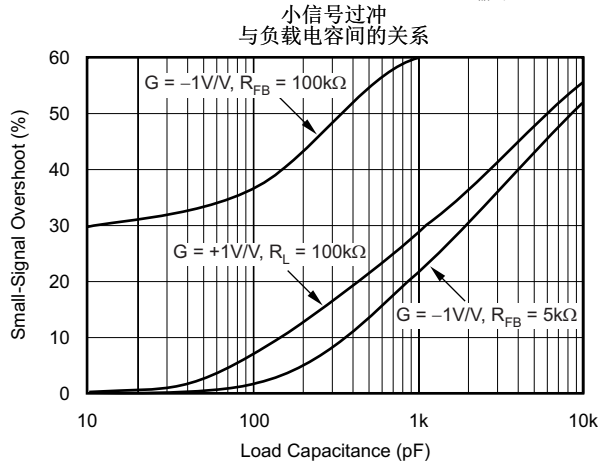
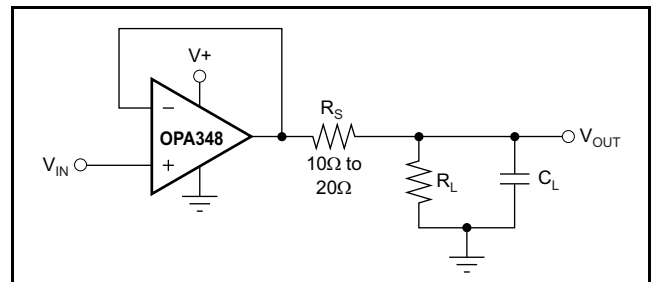
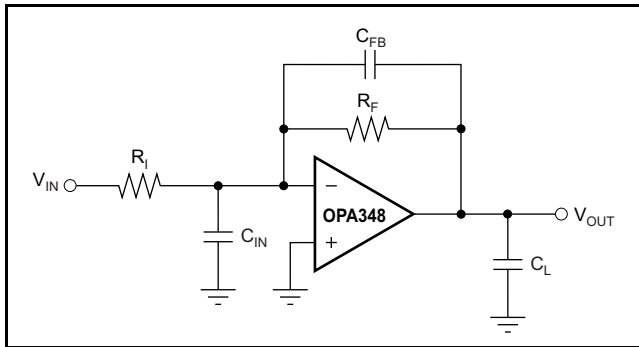

图 13.
图 23. 单位增益缓冲器配置中的串联电阻器改进电容负载驱动
图 24. 改进电容负载驱动
采用单位增益配置的 OPA348 可直接驱动高达 $250pF$ 的纯电容负载。增益的增加会提高放大器驱动更大电容负载的能力（请见典型特征小信号过冲与电容负载间的关系，图 13）。在单位增益配置中，通过插入一个与输出串联的小值 (10Ω 至 20Ω) 的电阻器， R_S ，可提升电容负载驱动，如图 23 所示。这在保持针对纯电容负载 DC 性能的同时大大减少了振铃。然而，如果有一个与电容负载并联的阻性负载，就会产生一个电压分压器，从而在输出上引入一个直流 (DC) 错误并稍微减少了输出摆幅。引入的错误与 R_S/R_L 的比率成正比，通常可以忽略此错误。
在单位增益反相器配置中，运算放大器上的电容值和增益设置电阻器之间相互作用会减少相位裕量，从而降低电容负载驱动能力。通过使用小值电阻器可实现最佳性能。例如，当驱动一个 500pF 负载时，把电阻器值从 100kΩ 减少至 5kΩ 会将过冲从 55% 减少到 13%（请见典型特征小信号过冲与负载电容间的关系，图 13）。然而，当必须使用大值电阻器时，可将一个小值（4pF 至 6pF）电容器， C_{FB} ，插入到反馈中，如图 24 所示。这样，通过补偿电容效应， C_{IN} （其中包括放大器的输入电容和 PC 主板寄生电容），可大大减少过冲。